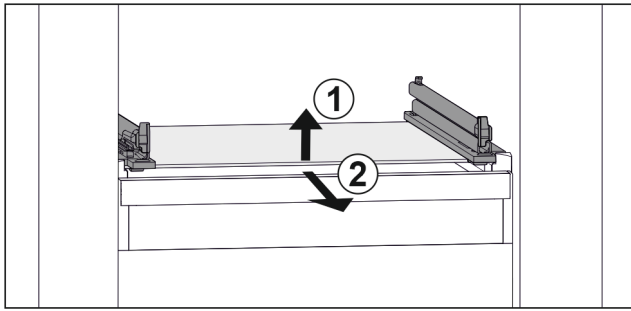

Fig. 45 Shembull ilustrues i pllakës së xhamit
- Ngrijeni lart pllakën e xhamit përpara. Fig. 45 (1)
- Hiqeni pllakën e xhamit nga përpara. Fig. 45 (2)